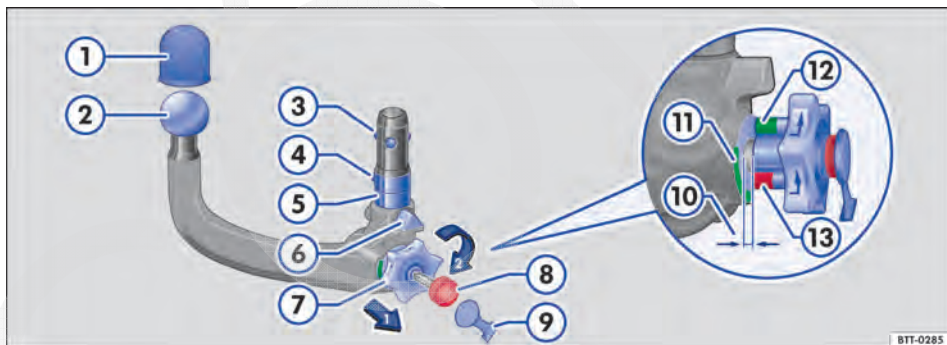

Fig. 104 Imagem geral: rótula de engate removível.
Legenda para Fig. 104:
- Retirar a cobertura ⇒ Fig. 104 ⑨ da fechadura no manípulo.
- Colocar a chave ⑧ na fechadura e girar no sentido horário.
- Com a mão direita, retirar o manípulo ⑦ no sentido da seta 1 e mantê-lo nesta posição.
- Girar o manípulo ⑦ no sentido da seta 2 até que ele engate.
- Segurar o manípulo ⑦ nesta posição e guiar a rótula de engate para baixo, para fora do alojamento. Agora, a rótula de engate está apertada.